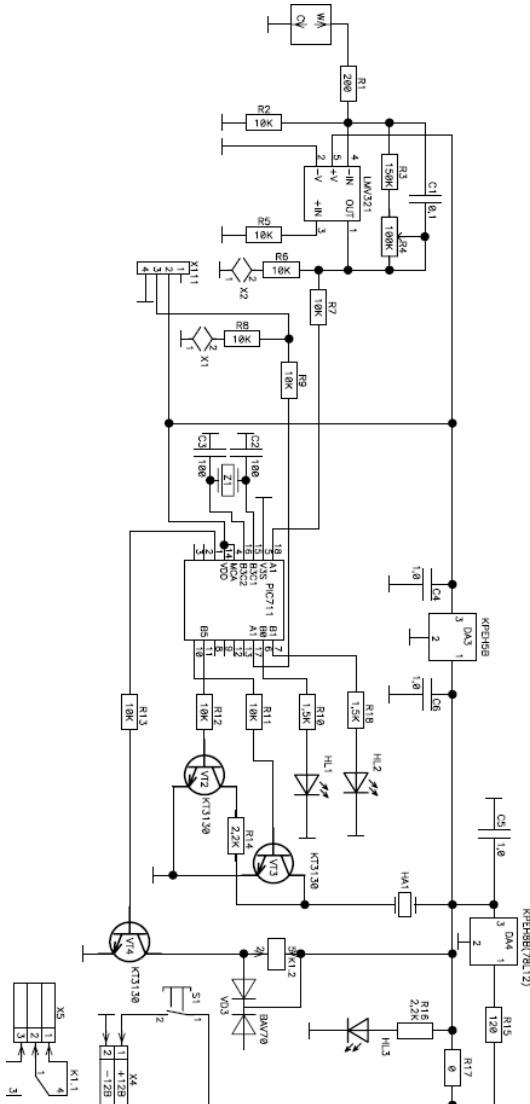

рис.6
2.6. В ГС «Мак-С-2М» выпуска до 2008 г. используется единая плата с цифровой и аналоговой частью для каналов СО и CH₄. Принципиальная схема показана на рис. 6, расположение элементов – на рис. 6а. С 2008 г. конструкция ГС изменена и выпускается 2 варианта: в едином корпусе и с выносным датчиком CH₄. Для обоих вариантов используется плата с цифровой частью и каналом CO, к которой присоединяется с помощью разъёмов или в выносном датчике плата канала CH₄ типа С-ТК-2.
рис.6а